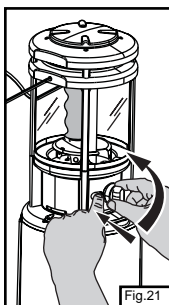

Fig. 21
- ⇒ Appuyez sur le bouton de l'allumeur et, sans le relâcher, ouvrez la commande du gaz. (Fig. 21)